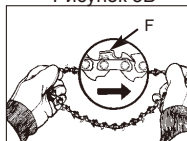

Рисунок 3D
7. Растяните цепь таким образом, чтобы кромки режущих зубьев (F) цепи были направлены в НАПРАВЛЕНИИ ВРАЩЕНИЯ (рис. 3D).